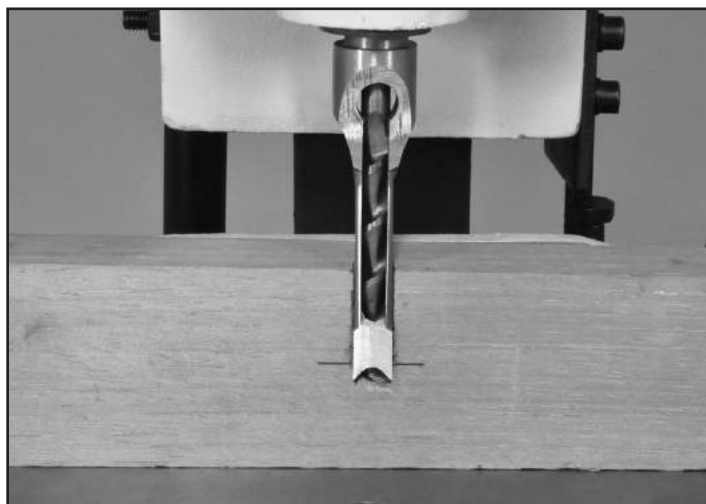

FIG. 16
1. Marque la profundidad de la escopleadura en un lado de su pieza de trabajo, o un material de desecho, como referencia. Coloque el formón y la broca que utilizará contra esta marca. FIG. 16. Para mantener el cabezal de la escopleadora en esta ubicación, puede ajustar el tornillo de seguridad (#64, consulte la página 9).